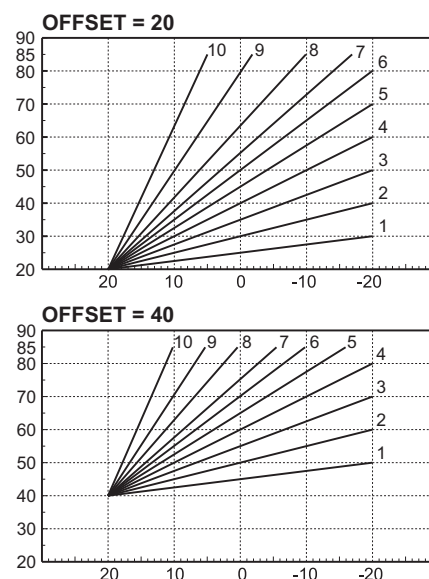

рис. 25- Пример параллельного смещения компенсационных кривых
**Offset:** через это подменю открывается доступ к параллельному перемещению кривых с помощью кнопок **+** и **-** **режима ГВС**. Характеристики указаны на рис. 25.